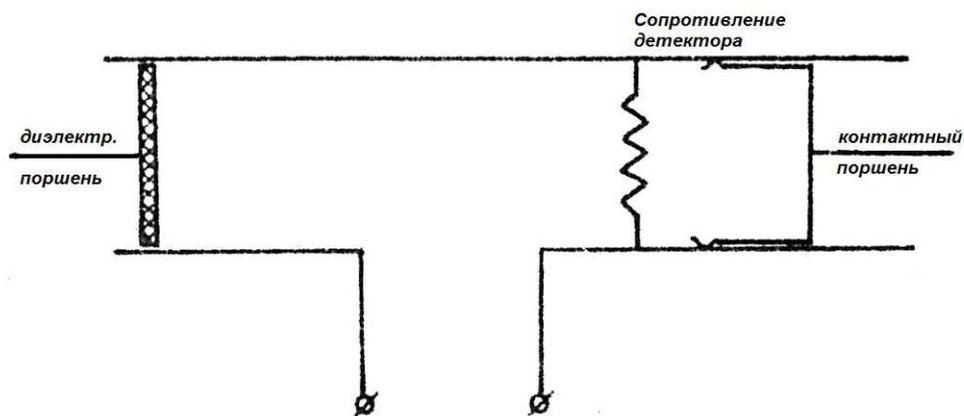

Рис. 2. Эквивалентная схема головки измерительной линии
Внутренняя трубка (7) является продолжением зонда. Вместе со средней трубкой (8) она образует коаксиальный резонатор или контур зонда. Этот контур настраивается подвижным диэлектрическим плунжером (9), перемещение которого приводит к изменению электрической длины линии. Для перемещения служат два выступа, скользящие в продольных щелях, прорезанных в наружной трубке головки. Внутренняя и внешняя коаксиальные линии соединены последовательно. Эквивалентная схема головки показана на рис.2.